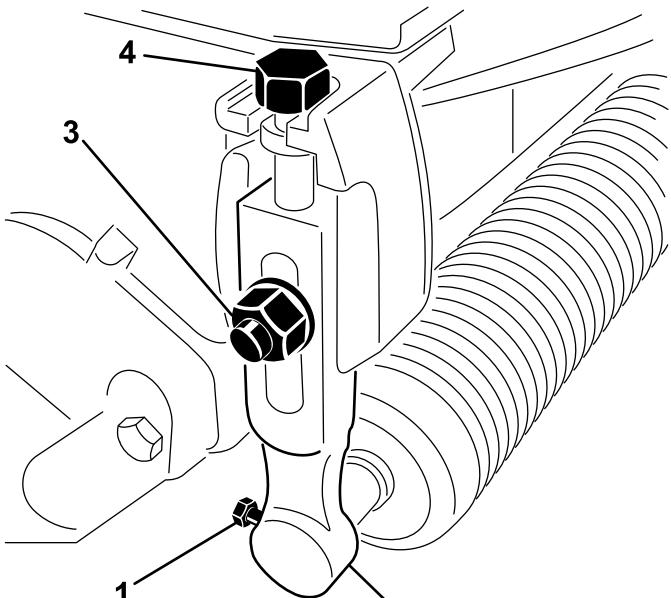

Figura 1
2. Afloje los tornillos que sujetan cada extremo del rodillo delantero a los brazos de ajuste de la altura de corte (Figura 1).
3. Retire los pernos avellanados, las arandelas y las contratuerca que sujetan los brazos de ajuste de la altura de corte a cada extremo de la unidad de corte (Figura 1). Retire los brazos de ajuste de la altura de corte y el conjunto del rodillo.
4. Retire los tornillos de ajuste de la altura de corte de los brazos de ajuste de la altura de corte (Figura 1).